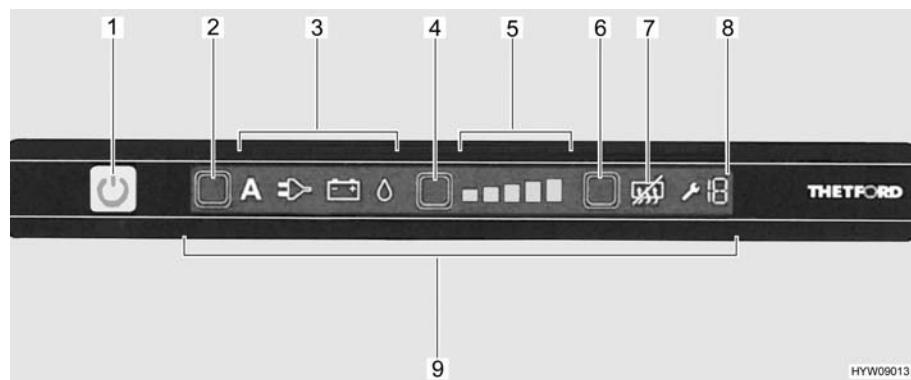

Fig. 109 Elementi di comando del frigorifero
Dopo l'accensione, il frigorifero seleziona automaticamente la regolazione del termostato impostata per ultima. Questa regolazione può essere modificata manualmente tramite il tasto del livello di refrigerazione (Fig. 109,4). Le barre luminose dell'indicatore del livello di refrigerazione (Fig. 109,5) visualizzano la temperatura selezionata sul termostato.
Con il tasto del livello di refrigerazione (Fig. 109,4) viene regolata la temperatura di refrigerazione per i tre tipi di energia. Ci vogliono alcune ore prima che il frigorifero raggiunga la temperatura di esercizio impostata. Cambiando la modalità di funzionamento la regolazione del termostato non viene modificata. La temperatura di refrigerazione è indipendente dal tipo di energia utilizzata.
- Premere il tasto On/Off (Fig. 109,1) per 1 secondo. Il tasto si illumina di verde. Gli indicatori si illuminano per 10 secondi, quindi vengono smorzati per risparmiare energia.
- Premere brevemente il tasto On/Off (Fig. 109,1) in qualsiasi momento. Vengono visualizzate le impostazioni attuali del frigorifero.
- Premere una o più volte il tasto di selezione energia (Fig. 109,2). I simboli modalità di funzionamento (Fig. 109,3) indicano la modalità di funzionamento selezionata.
- Premere il tasto del livello di refrigerazione (Fig. 109,4). L'indicatore del livello di refrigerazione (Fig. 109,5) indica la potenza di raffreddamento impostata.
- Premere il tasto del livello di refrigerazione (Fig. 109,4), finché viene visualizzata la potenza refrigerante desiderata.
- Premere il tasto On/Off (Fig. 109,1) per circa 2 secondi. Tutte le spie si spengono.
Spegnimento: ■ Premere il tasto "Anti-condensa" (Fig. 109,6). Il simbolo di disattivazione della funzione anti-condensa (Fig. 109,7) si illumina.
Accensione: ■ Premere nuovamente il tasto "Anti-condensa" (Fig. 109,6). Il simbolo di disattivazione della funzione anti-condensa (Fig. 109,7) si spegne.